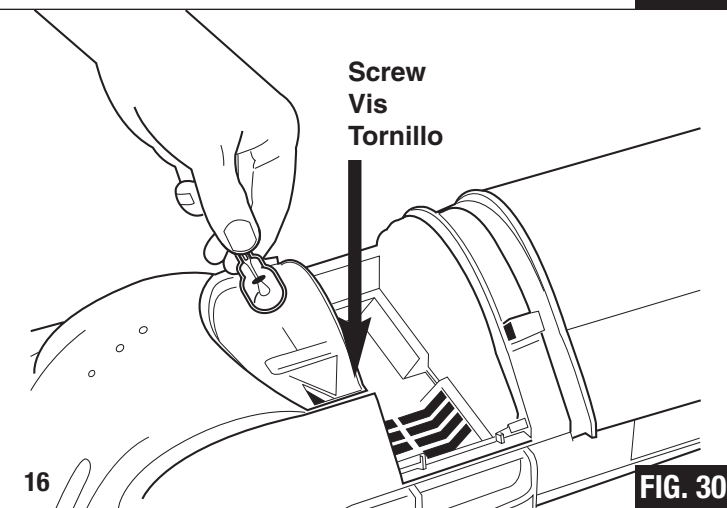

FIG. 30
Step 3: Remove screw from lens cover (FIG. 30).
Étape 3 : Enlever la vis du couvercle de la lampe (FIG. 30).
Paso 3: Quite el tornillo de la tapa de cristal (FIG. 30).